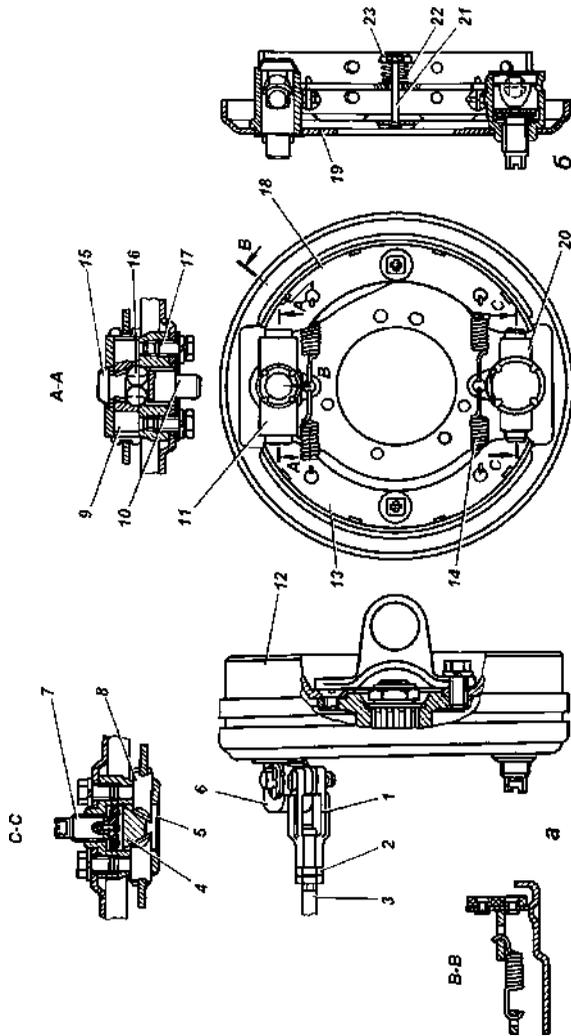

Рис. 9.33. Стояночный тормоз.
**Обслуживание стояночной тормозной системы** состоит в периодической проверке состояния тормоза (рис. 9.33) и его привода, регулировки хода рычага, надежности креплений, очистке от грязи, смазке деталей разжимного и регулировочного механизмов, а также в устранении возникающих неисправностей.